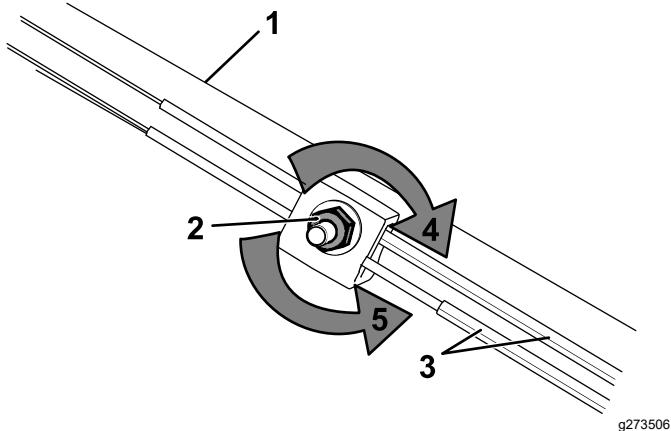

Bild 29
1. Drehen Sie die Einstellmutter nach links, um die Zugeinstellungen zu lösen (Bild 29).
2. Stellen Sie die Spannung der Züge (Bild 29) ein, indem Sie sie zurückziehen oder nach vorne drücken und in dieser Stellung arretieren.